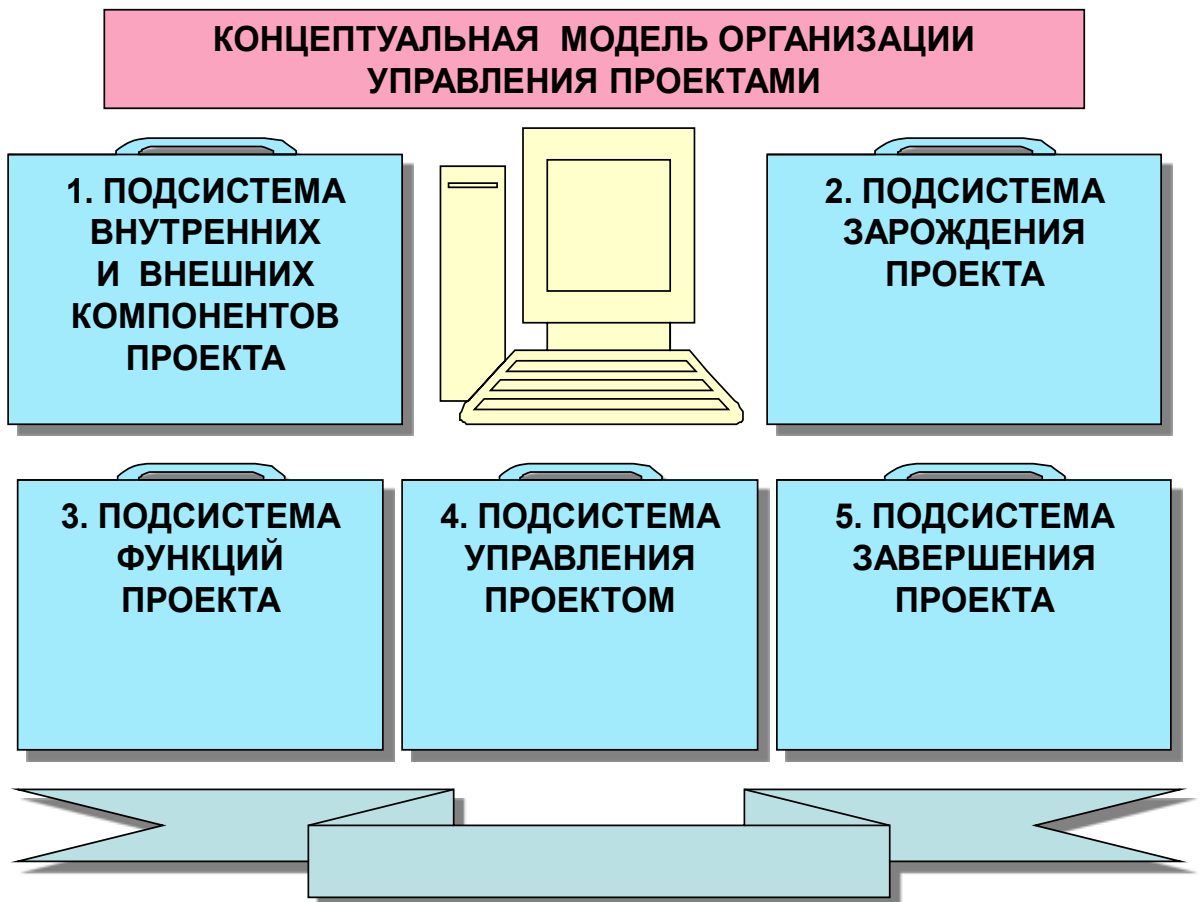

Рис. 9. Концептуальная модель организации управления проектами
*Концептуальную модель организации управления проектами можно представить в виде следующих подсистем (см. рис. 9).*